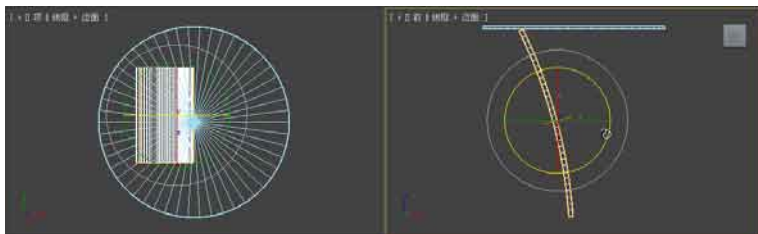

图3.36 旋转“茶几腿”
- 06 在工具栏中激活 **选择并旋转** 工具，在前视图中锁定Z轴旋转“茶几腿”，如图3.36所示。